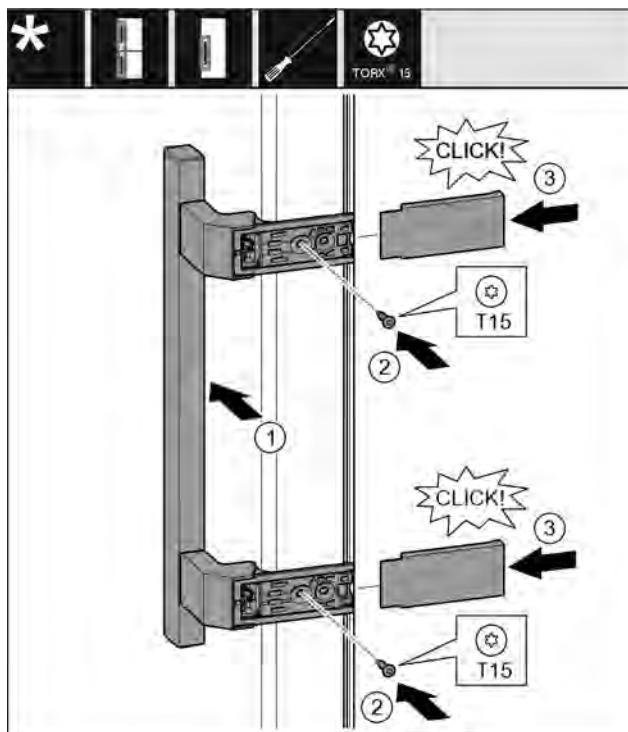

Fig. 18
- Установите ручку на противоположной стороне. Fig. 18 (1)
- Затяните винты отверткой T15. Fig. 18 (2)
- Установите крышки сбоку и надвиньте их. Fig. 18 (3)